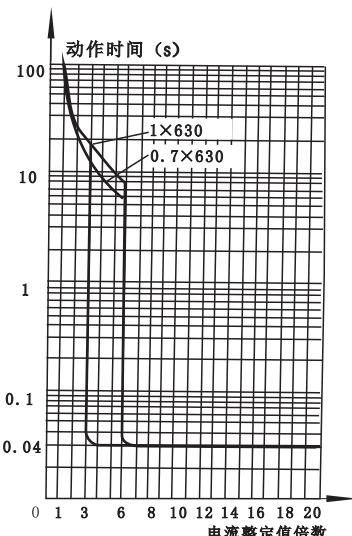
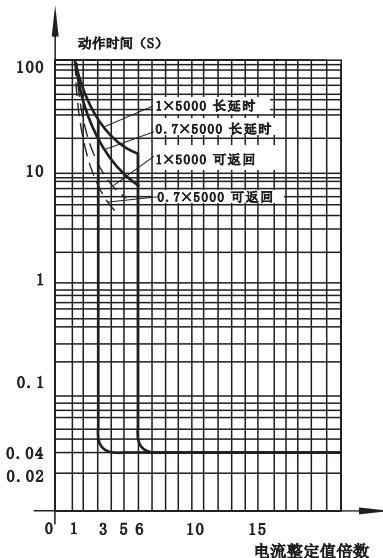

图 1-1 1000 / 630A
图 1-11 5000/5000A
c) 过电流脱扣器保护特性曲线见图1-1~图1-11和图2-1~图2-2。